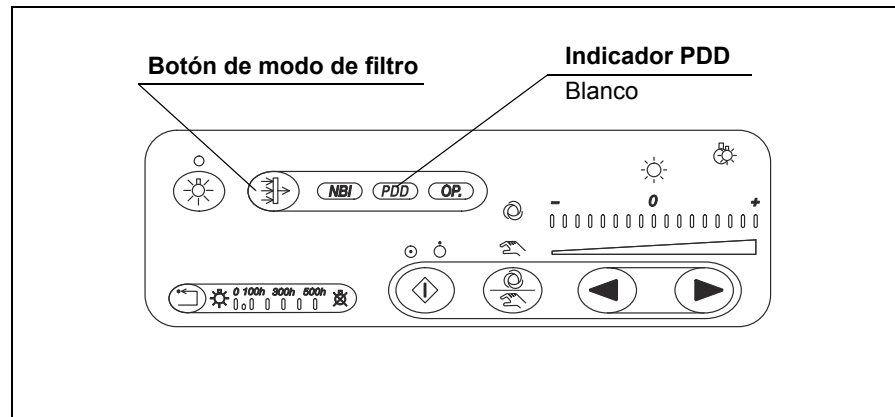

Figura 4.12
3. Pulse el botón de modo de filtro. El indicador "PDD" se ilumina en color blanco (véase la figura 4.12).
4. En la figura 4.12, el modo de observación PDD está activado.